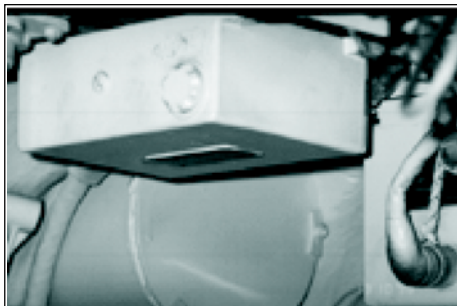

Fig 4-14. Transformador de corrente
**j. Transformador de corrente** (Fig 4-14) - Localizado no teto da torre, no lado do Aux At, possui o interruptor responsável em fechar o circuito para o funcionamento do pedal da TRP. Dentro do transformador existem 2 (dois) diodos que tornam impossível um disparo acidental quando da utilização do telêmetro laser.